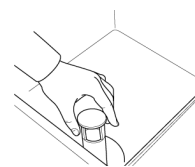

Fig.21
- 2- Ouvrir la porte et enlever le trop-plein. (Fig.21)